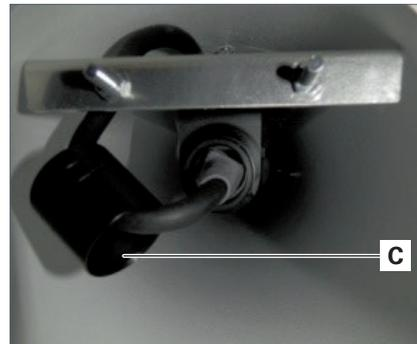

Fig. 2: Abdeckkappe entfernen.
4. Ziehen Sie die schwarze Abdeckkappe **C** ab, siehe Fig. 2.